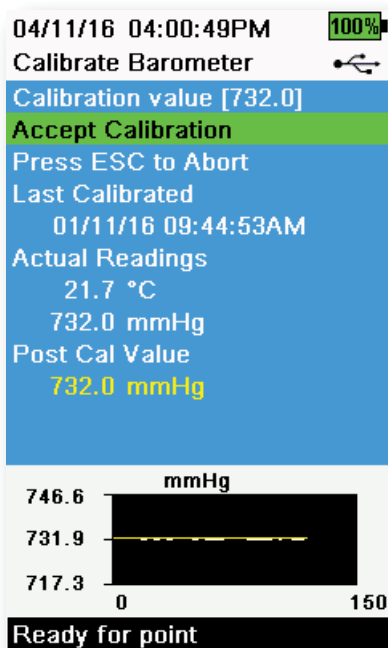

图 50 校准气压计
3. 选择 **Accept Calibration (接受校准)** (图 50)。然后消息区域将显示“校准成功！”